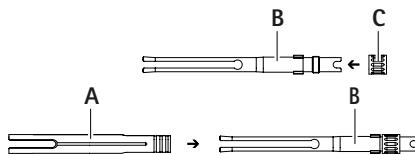

Fig. 10
- Empujar el casquillo exterior A hacia adelante sobre la pinza B, ver Fig. 10. Comprobar la orientación de las ranuras en la tuerca. Para poder manejarlo mejor, el extremo estriado del casquillo exterior deberá señalar en dirección al tornillo aprisionador C.